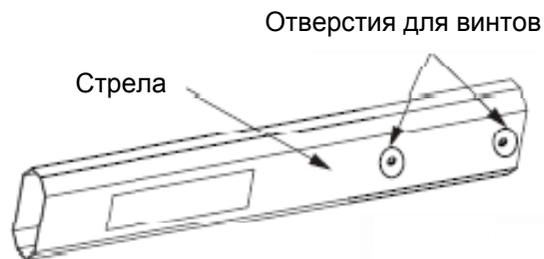

Рис. 5 – Стрела шлаग्баума
2.2.2 Установите на стрелу планку для крепления стрелы и вставьте крепёжные винты М12×70 в отверстия (см. рис. 5 и 6).